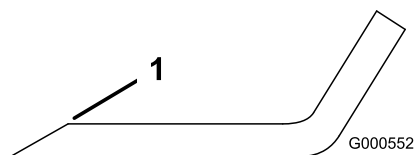

Figure 76
1. Au moyen d'une lime, aiguissez les tranchants à chaque bout de la lame (Figure 76).
**Remarque:** Si la lame est déséquilibrée, limez un peu l'extrémité de l'ailette seulement (Figure 76).